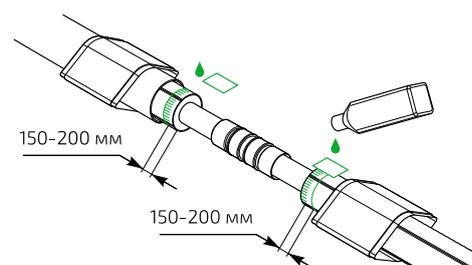

Рис. 4.8.3
3. Обезжирить растворителем (или другим спиртосодержащим раствором) защитную оболочку труб с обеих сторон от стыка на расстоянии 150–200 мм (рис. 4.8.3).